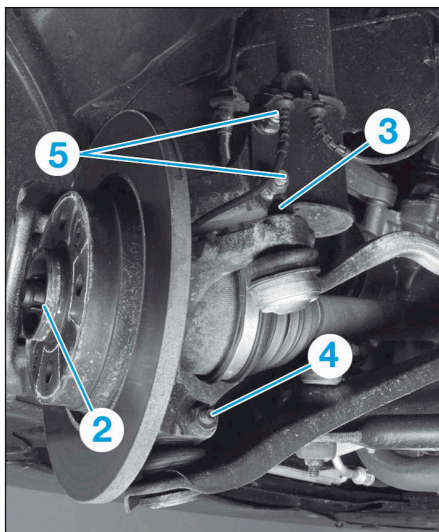

FIG.21
- Déposer (Fig.21) :
- l'écrou de transmission (2) à l'aide de l'outil [1],
- l'écrou de rotule de direction (3),
- la fixation de rotule inférieure (4),
- les fixations inférieures de l'amortisseur (5).